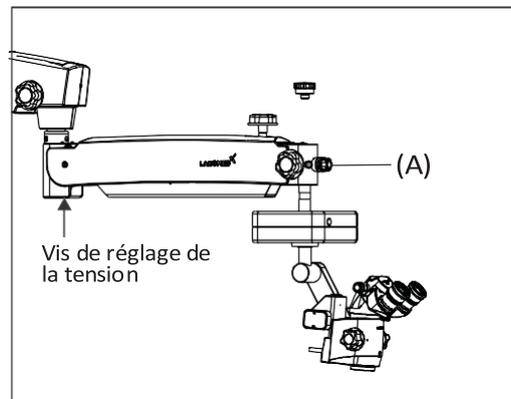

Fig. 11
2. Bien que la tension sur le microscope soit préconfigurée en usine selon la configuration commandée, l'utilisateur peut toujours ajuster la force vers le haut et vers le bas en réglant la vis hexagonale dans le sens des aiguilles d'une montre ou dans le sens inverse des aiguilles d'une montre à l'aide d'une clé Allen de 8,0 mm. Consultez la figure 11 pour voir l'emplacement exact de la vis de réglage de la tension.
5. L'éclairage est contrôlé à l'aide du bouton de commande (A), figure 11. Tournez-le dans le sens des aiguilles d'une montre ou dans le sens inverse des aiguilles d'une montre pour obtenir le niveau d'éclairage souhaité. En configuration opérationnelle, maintenez-le au minimum.